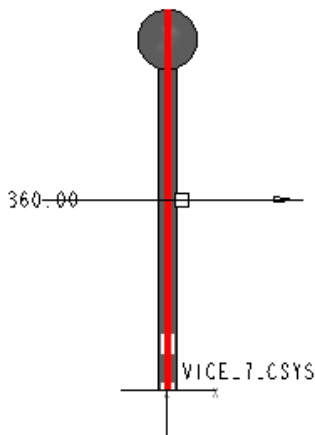

図 6-19 「回転」実施後の投影図
- ・「回転ツール」を選択し、回転軸となる中心線をクリックすると、以下の図 6-19 のように表示される。